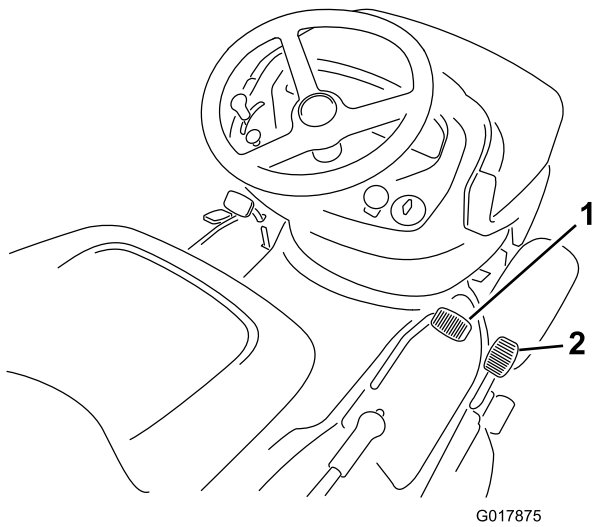

Bild 14
2. Stellen Sie den Fuß auf das Gaspedal zum Vorwärtsfahren und treten Sie das Pedal langsam durch, um vorwärts zu fahren (Bild 14).
2. Stellen Sie den Fuß auf das Gaspedal zum Rückwärtsfahren und treten Sie das Pedal langsam durch um rückwärts zu fahren (Bild 14).